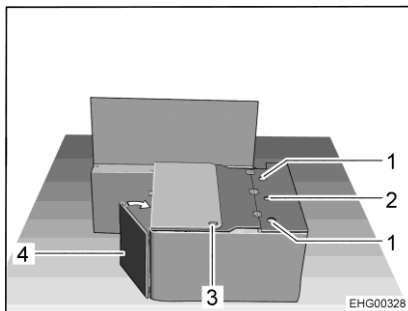

Bild 21 Under ombyggnaden
- Sväng den främre väggen på sittbänken (Bild 21,4) i riktning mot sidoväggen.
- För säkerhetsbältet med bältlåset genom öppningen (Bild 21,3) i sittbänkslocket.
- Sätt i ryggstödet på den hopfällbara stolen i sidofästena (Bild 21,1) och dra åt stjärngreppsskruven på det mittersta fästet (Bild 21,2) handfast.